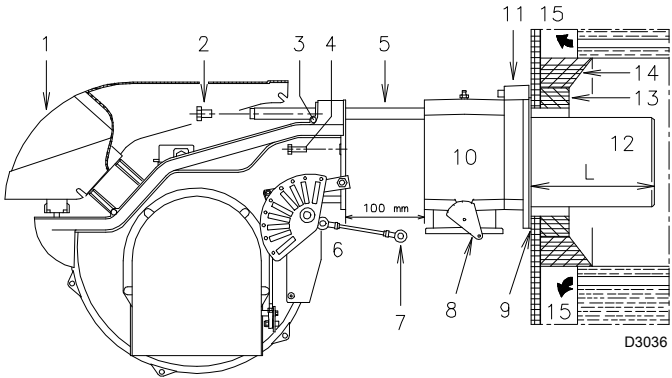
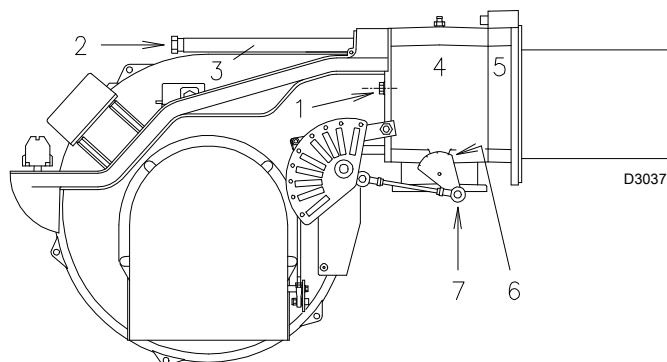

图 12
图 17
对于带水冷前板的锅炉, 则不需要耐火材料制成的炉补 13)-14)(图 12), 除非锅炉制造商另有要求。
- 将燃烧头与燃烧器的其余部分分开 (图 12) :
安装进行到这一步,已将燃烧头固定到锅炉上,如(图 12)所示。
燃烧头调整完成后,将燃烧器重新装回到滑杆 3)(图 17) 上,距多歧管 4)(图 17) 约 100mm, 此时燃烧器位置如图(图 12), 插好火焰探测电极电缆与点火电极, 然后将燃烧器推抵多歧管, 直至图(图 17) 所示位置。
将螺丝 2) 重新装回滑杆 3)(图 17) 上。
用螺丝 1)(图 17) 将燃烧器与多歧管固定好。
将铰链 7) 重新与分度尺 6)(图 17) 连接。